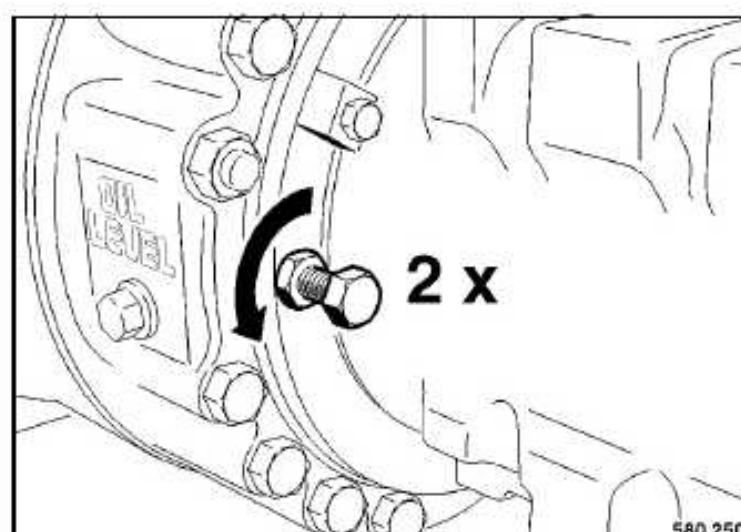

Fig. 68
- Desenroscar los tornillos para soltar el freno (Fig. 68) por dos vueltas y apretar las contratuercas.